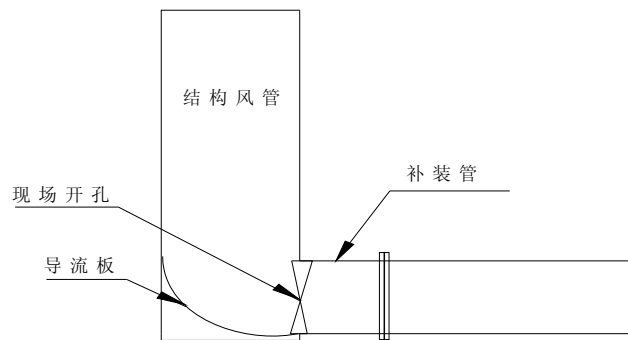

图 1
- 结构风管最底部在封板前及开支管时均需要加导流板, 使风流顺畅, 以免造成过大的紊流和压力降, 以及引起噪音 (见图 1);
- 与结构风管相接的风管开孔最好为现场开孔, 而且要有一段较短的补装管 (见图 1);